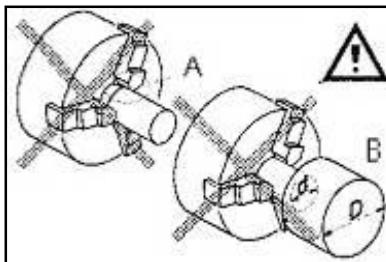

Рис.6
Старайтесь не обрабатывать заготовки с короткой зажимной длиной (A, Рис.6) или небольшого диаметра (B).